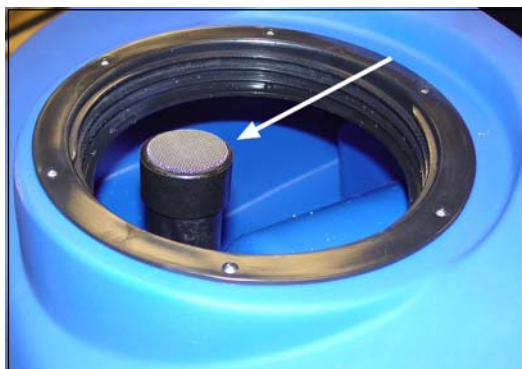

Figura 30
3. Compruebe que el filtro de tela metálica (1) que va al motor de vacío esté limpio y bien colocado en el depósito de recuperación (consulte la figura 30).